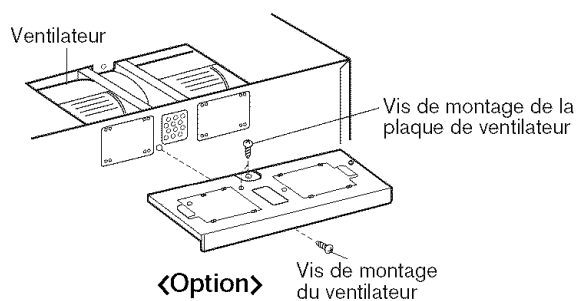

Figure 19
1. Retirer une vis de montage du ventilateur et une vis de la plaque du ventilateur, retirer la plaque du boîtier. Voir la Figure 19.